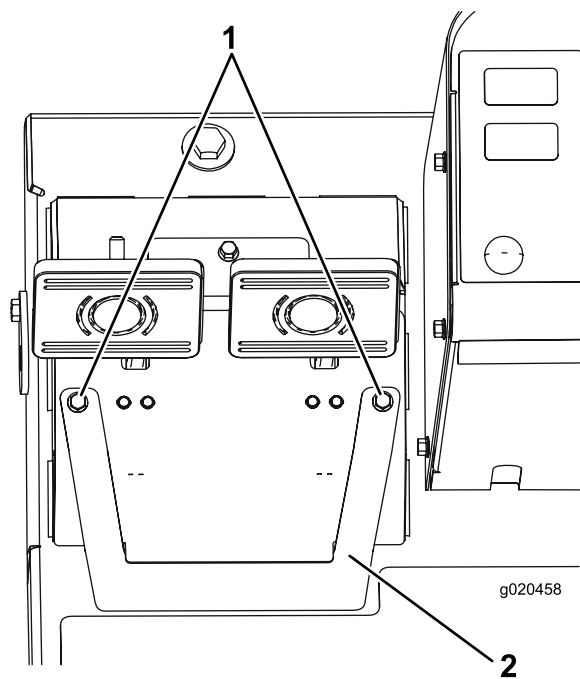

Figura 98
- A. Allentate le 2 viti di fissaggio e rimuovete il coperchio di regolazione dei freni (Figura 98).